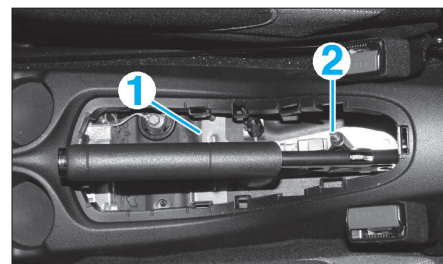

FIG. 23
- Déposer l'enjoliveur de levier de frein de stationnement en (1) (Fig.23).
- Agir sur l'écrou (2) (Fig.23) pour obtenir un décollement inférieur ou égal à  $1 \pm 0,1$  mm (Fig.24).
- A l'aide de jeux de cales, contrôler le décollement des leviers en (3).